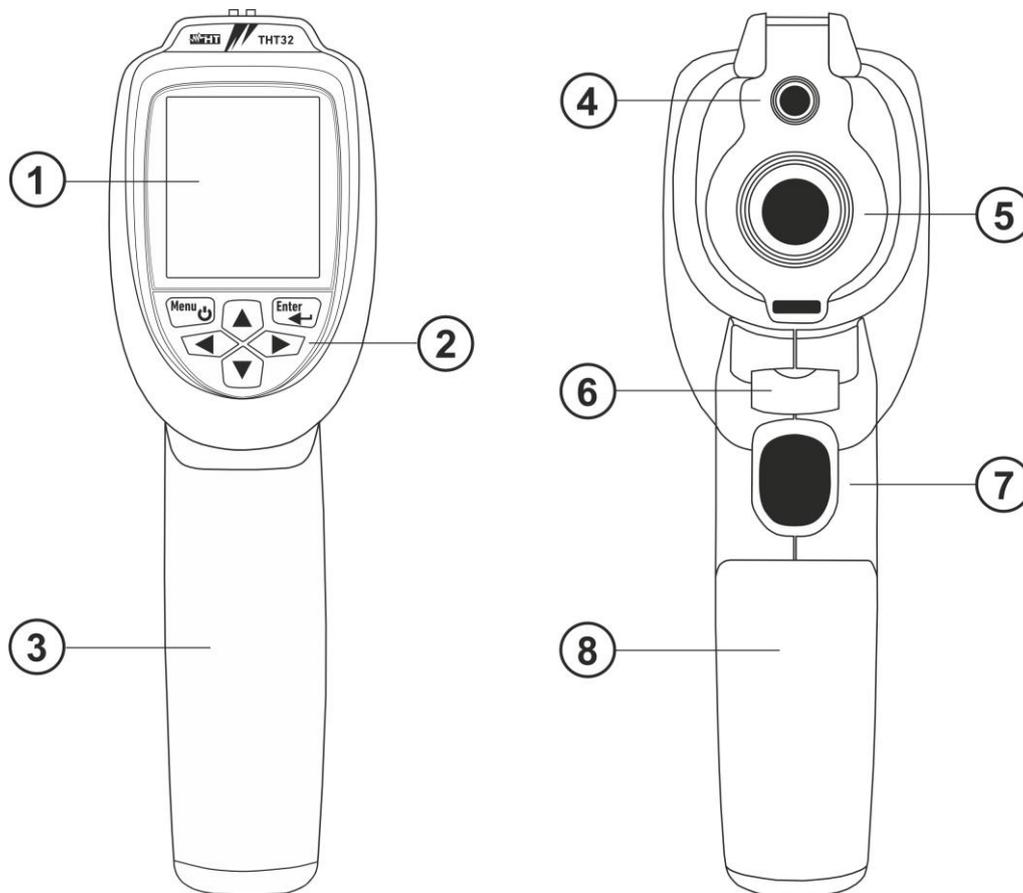

Fig. 1: Descrição da parte anterior e posterior do instrumento
1. Abrir a cobertura do compartimento da bateria (ver Fig. 1 – parte 8)